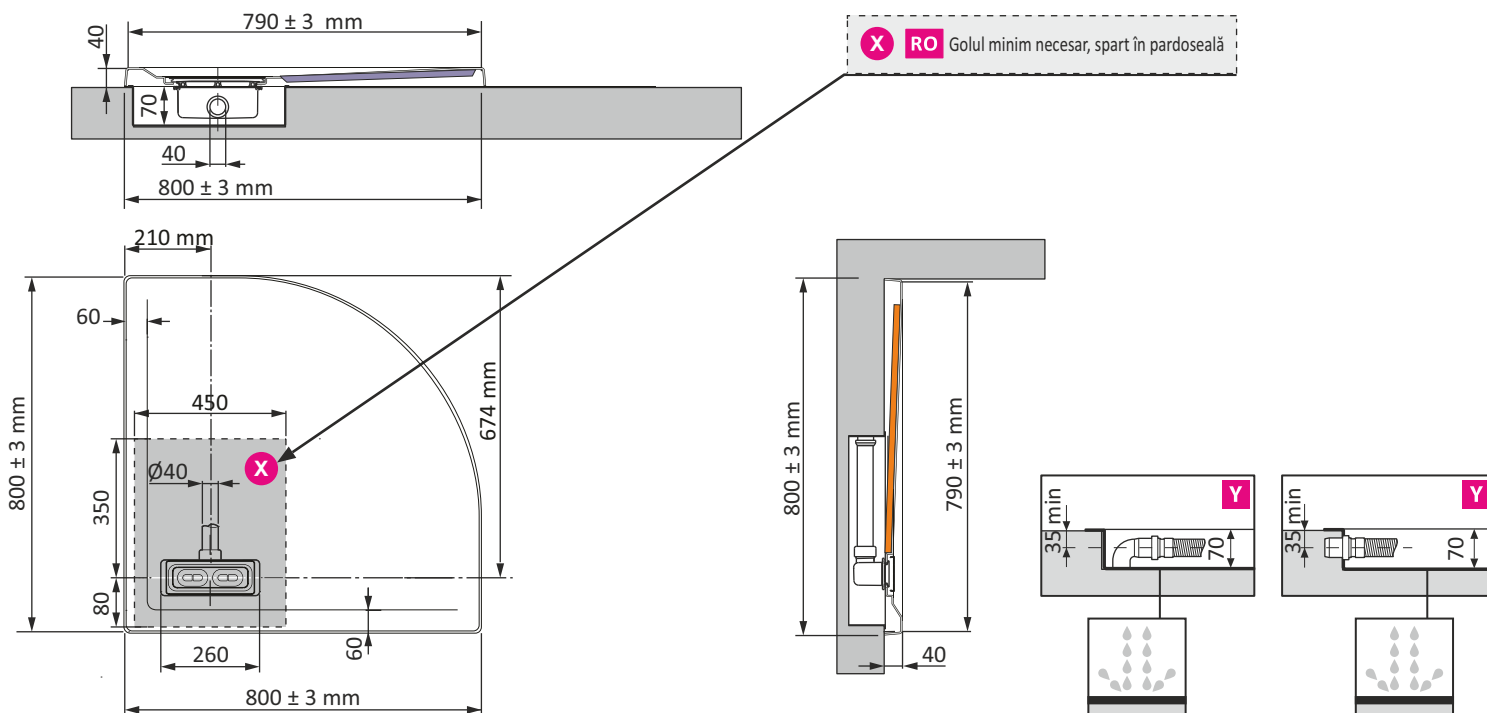

Fig. 2 Spargerea și săparea volumului necesar montării sifonului
- se va sparge o suprafață dreptunghiulară în pardoseală, astfel încât să poată fi montat sifonul (Fig. 2), se va face sifonarea în vecinătatea cădiței pe traseul de scurgere;